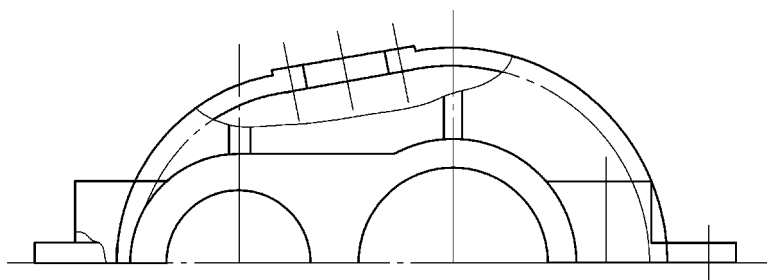

图 11-60 修剪
9) 利用【修剪】、【拉伸】、【删除】命令修改并删除多余线段和圆弧, 如图 11-60 所示。